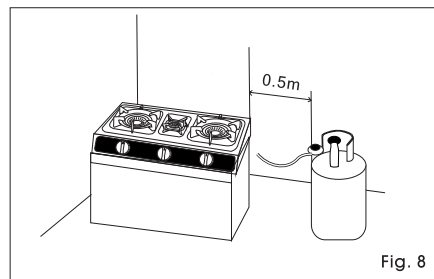

Fig. 8
• La bonbonne à gaz doit être distancée au moins à 0.5 m du réchaud (fig. 8).